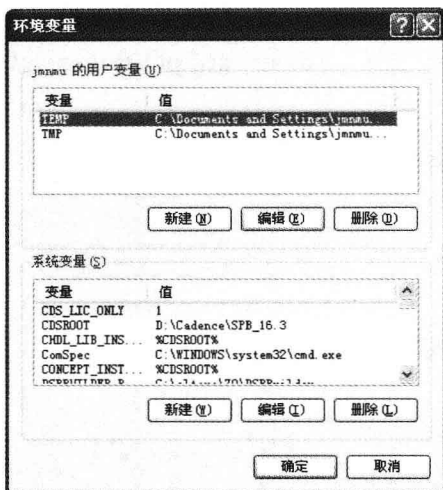

图 1.2.3 “环境变量”对话框
(4) 单击“环境变量”按钮, 出现“环境变量”对话框, 如图 1.2.3 所示。
(5) 在“系统变量”栏单击“新建”按钮, 出现“新建系统变量”对话框, 输入系统变